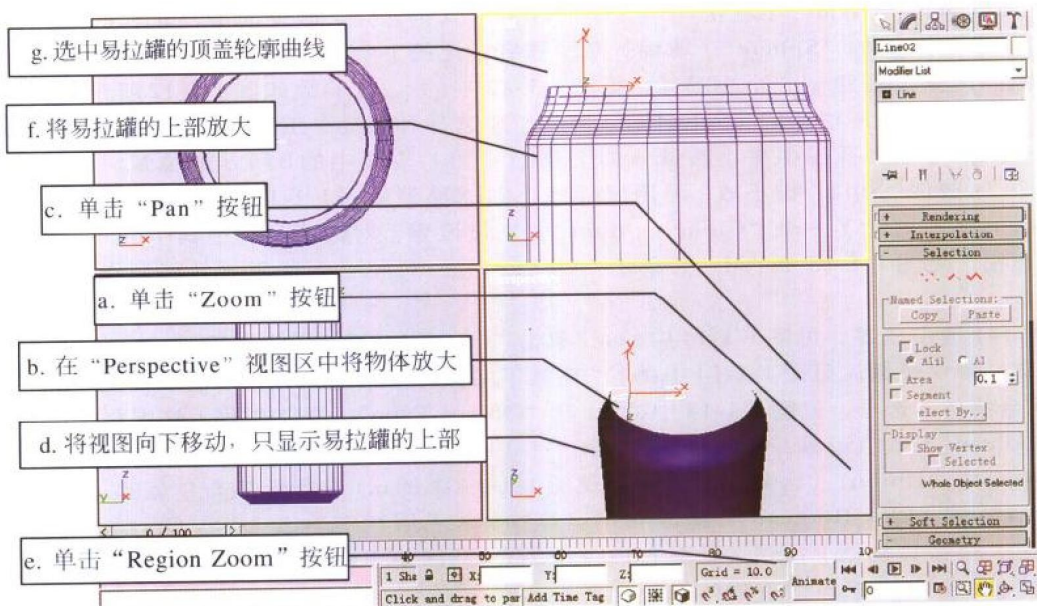

图 1-1-10
(21) 单击视图控制区中的“Zoom”(缩放)按钮,见图1-1-10中的a,在“Perspective”(透视)视图区中将物体放大,见图1-1-10中的b。
(22) 单击视图控制区中的“Pan”(移动)按钮,见图1-1-10中的c,将视图向下移动,只显示易拉罐的上部,见图1-1-10中的d。
(23) 单击视图控制区中的“Region Zoom”(区域缩放)按钮,见图1-1-10中的e,在“Front”(前)视图区中将易拉罐的上部放大,见图1-1-10中的f。然后选中易拉罐的顶盖轮廓曲线,见图1-1-10中的g。